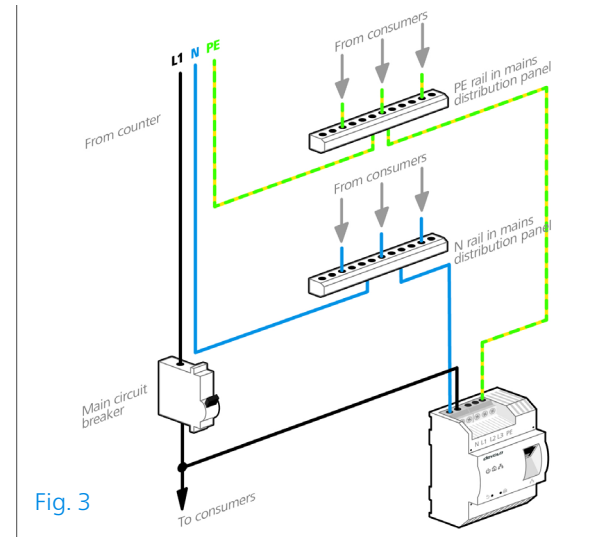

Fig. 3
- **Branchement monophasé** : le conducteur de neutre et le conducteur de phase sont branchés sur les bornes **N** et **L1** (voir la fig. 3).